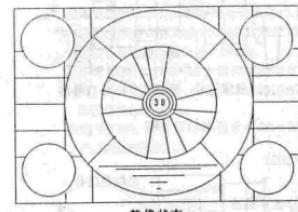

图3
- 步骤: ①以SP方式用空白磁带记录PAL制视频信号,并重放刚才录下的部分,然后将它置于静像状态;
②调节VR3502,使监视用彩色电视机屏幕不出现场抖动,如图3所示。
- 步骤: ①以SP方式用空白磁带记录NTSC制视频信号,并重放刚才录下的部分,然后将它置于静像状态;
②调节VR3503,使监视用彩色电视机屏幕不出现场抖动,如图3所示;
③以SLP方式用空白磁带记录NTSC制视频信号,并重放刚才录下的部分,然后将它置于静像状态;
- ④调节VR3501,使监视用彩色电视机屏幕不出现场抖动,如图3所示。